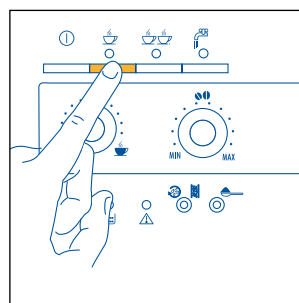
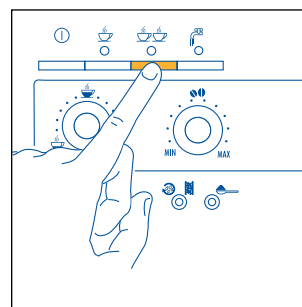

Fig. 12
Fig. 13
- 5) 5) Trykk på tasten  (fig. 12) hvis du ønsker 1 kopp, eller på tasten  (fig. 13) hvis du ønsker 2 kopper (Nå maler maskinen kaffebønnene, foretar en kort for-trekking og slipper deretter ut resten av vannet i koppen.
MERKNAD 4: Mens maskinen lager kaffe, kan du når som helst stanse utslippet ved å trykke på tasten ☕ (fig. 12) eller ☕☕ (fig. 13) som du valgte tidligere.
MERKNAD 5: Med én gang all kaffen har kommet ut, hvis du ønsker å øke kaffemengden, hold tasten ☕ (fig. 12) eller ☕☕ (fig. 13) som du valgte tidligere inne helt til du får ønsket mengde kaffe (Dette må gjøres innen 3 sekunder etter at kaffen er ferdig).